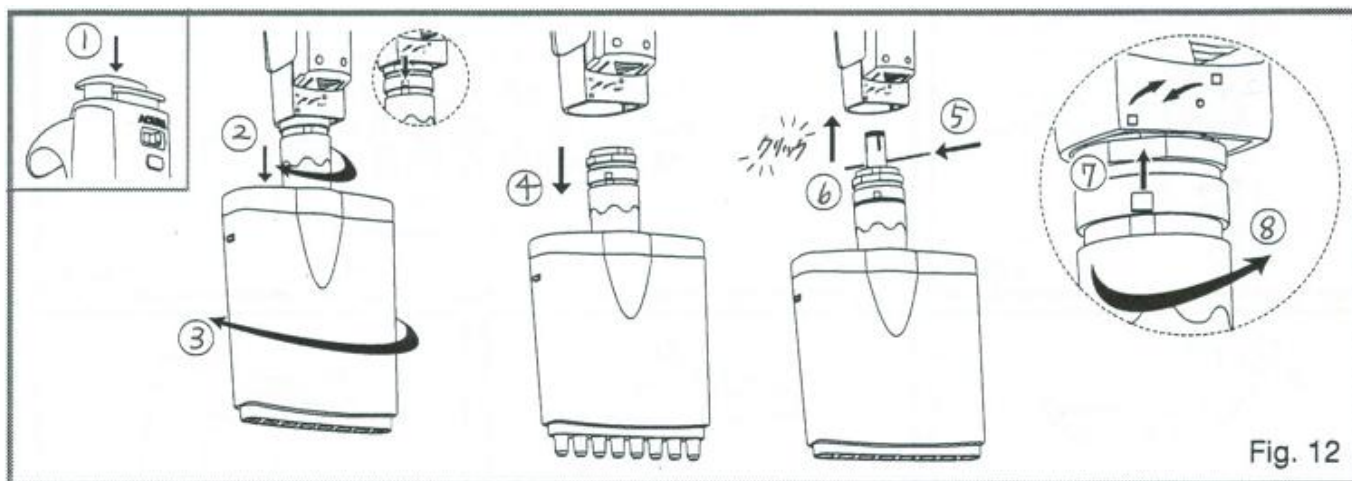

Fig. 12
7.5.5 分注モジュールの取り外し用法 – マルチチャンネル (Fig. 12)
7.5.6 分注モジュールの組み立て方法 – マルチチャンネル (Fig. 12)